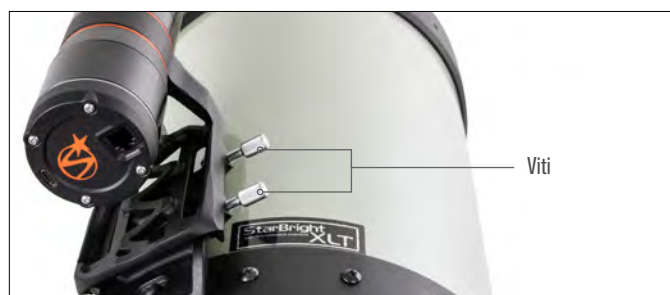

Fig. 5: Installare le viti nella base della staffa grande. Queste assicurano la staffa grande.
4. Avvitare senza stringere le due viti a testa zigrinata nella staffa grande (Fig. 5).